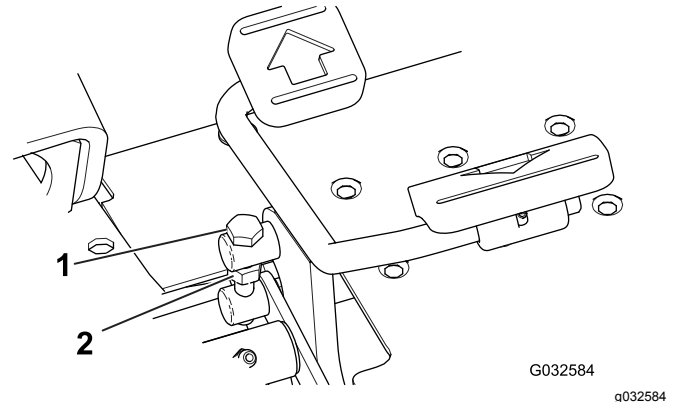

Figura 45
1. Allentate il contro dado sul bullone di articolazione sul lato del pedale della trazione (Figura 45).